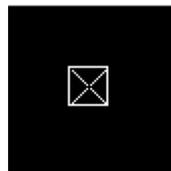

图 17-32 光标的选基准点模式
(2) 在菜单栏中执行“Edit” “Move”命令，则光标打开目标选取框。
(3) 按<W>键，进入框选模式。
(4) 在钻孔层的文本表格右上角单击鼠标左键，然后拖动光标到其左下角单击鼠标左键，则该文本表格高亮显示。
(5) 单击鼠标右键，则光标变成如图 17-32 所示的形式。